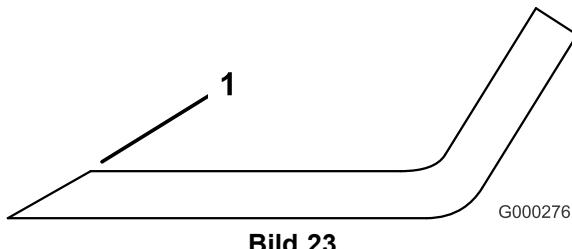

Bild 23
- Untersuchen Sie die Schnittkanten aller Messer. Schärfen Sie alle stumpfen und ausgekerbten Schnittkanten. Schärfen Sie nur die Oberseite der Schnittkanten und behalten dabei den ursprünglichen Schnittwinkel bei, um die Schärfe des Messers zu gewährleisten (Bild 23). Das Schnittmesser behält seine Auswuchtung bei, wenn von beiden Schnittkanten die gleiche Materialmenge entfernt wird.